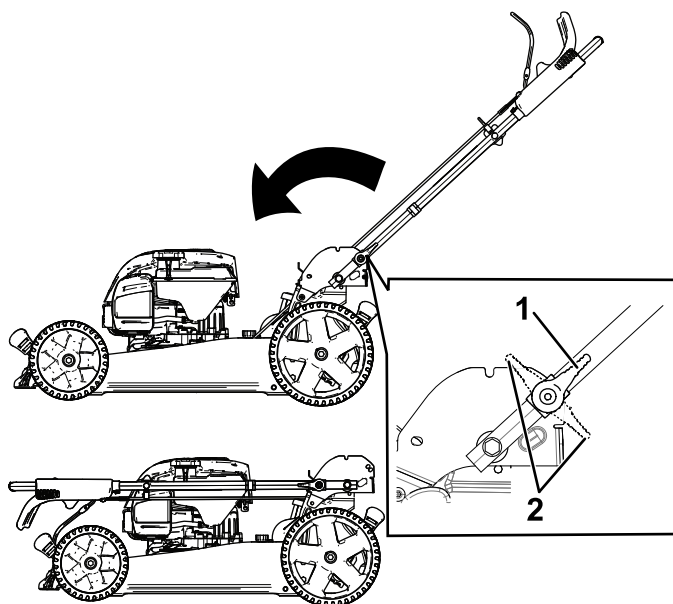

Figure 20
3. Déverrouillez le guidon (Figure 20).
4. Pliez le guidon complètement en avant (Figure 20).